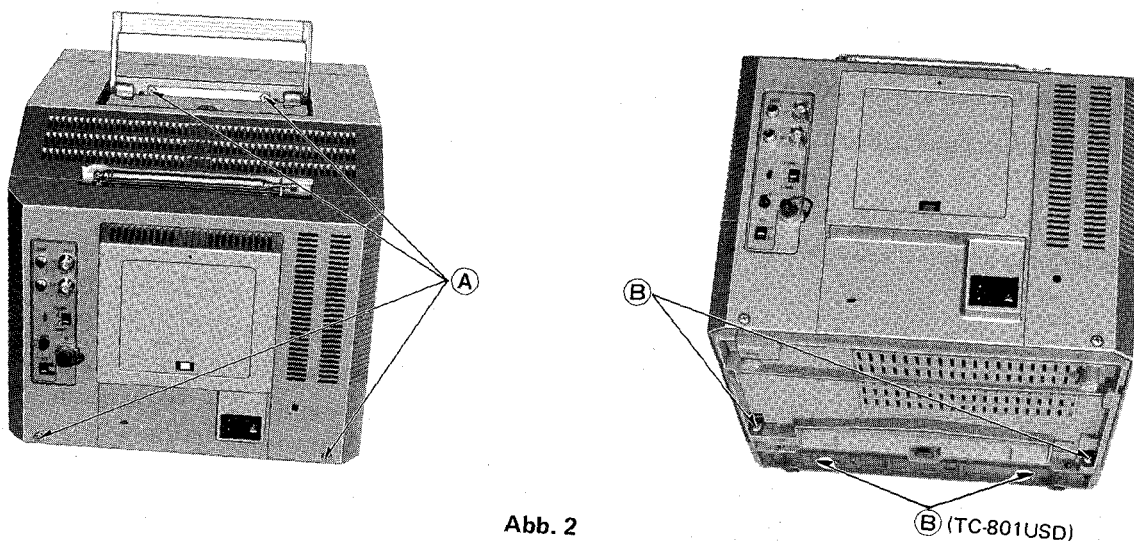

Abb. 2
2. Die 6 Schrauben (A) und (B) in Abb. 2 entfernen.
3. Das Gehäuse zum entfernen nach oben abheben, wie in Abb. 2 gezeigt.